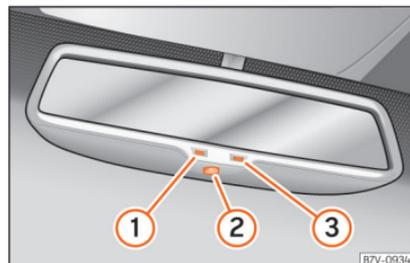

Abb. 151 Automatisch abblendender Innenspiegel.
Legende zur **Abb. 151:**
- ① Kontrollleuchte
- ② Schalter
- ③ Sensor zum Erkennen des Lichteinfalls
Die automatische Abblendung lässt sich mit dem Schalter am Innenspiegel »» **Abb. 151** ② ein- oder ausschalten. Bei eingeschalteter automatischer Abblendung leuchtet die Kontrollleuchte ① auf.